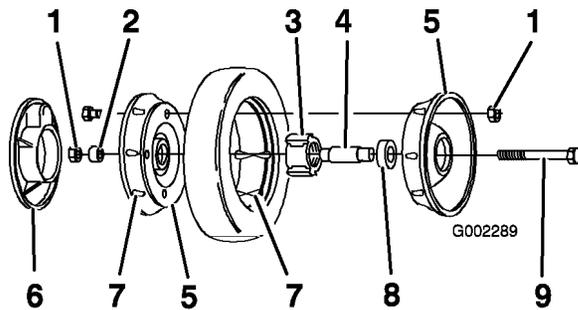

Bild 28
3. Entfernen Sie die Schraube, das Distanzstück im Rad und die Sicherungsmutter, mit denen das Rad am Gelenkarm befestigt ist (Bild 28).
- Nehmen Sie die Radhälften vom Reifen ab, indem Sie vier Kopfschrauben und vier Sicherungsmuttern entfernen (Bild 28).
Hinweis: Wenn Sie die Lager aus dem Lager/Nabe-Gruppe entfernen, drücken Sie auf das Lagerdistanzstück (Bild 28).
- Positionieren Sie den Reifen auf einer Radhälfte und fluchten Sie die Ansätze miteinander aus (Bild 28).
- Positionieren Sie das Lager bzw. die Nabe in das zentrale Loch der Radhälfte. Stellen Sie sicher, dass die Beine der Nabe über dem Flansch des Lochs positioniert sind (Bild 28).
- Legen Sie die andere Radhälfte über das Lager bzw. die Nabe und fluchten Sie das Rad und die Reifenansätze mit den Befestigungslöchern aus (Bild 28).
- Montieren Sie die beiden Radhälften locker mit zwei 1/4-20 x 1,50 Zoll Gewindeschrauben und einfachen Muttern. Setzen Sie die Schrauben in die gegenüberliegenden Löcher ein (Bild 28).
- Prüfen Sie, ob alle Teile gefluchtet sind und ziehen Sie die Schrauben abwechselnd von Seite zu Seite fest, bis die beiden Radhälften gleichmäßig zusammengezogen werden (Bild 28).
langen Schrauben ab und ersetzen Sie diese mit den zwei Schrauben und Sicherungsmuttern (Bild 28).
- Montieren Sie das Rad mit Hilfe der Schrauben, einem Distanzstück und einer Sicherungsmutter am Gelenkarm. Stellen Sie sicher, dass sich das Distanzstück zwischen der Radnabe und dem Gelenkarm befindet (Bild 28).